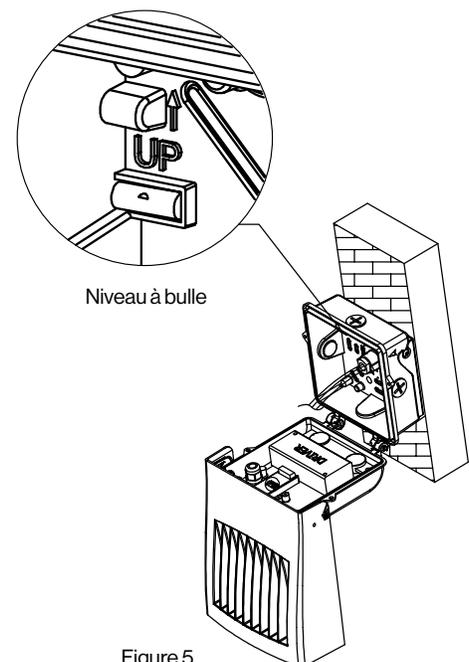

Figure 5
- Suspendre le luminaire sur les crochets de montage et vérifier le niveau à bulle interne pour s'assurer que le luminaire est d'aplomb et au niveau. (Figure 5)